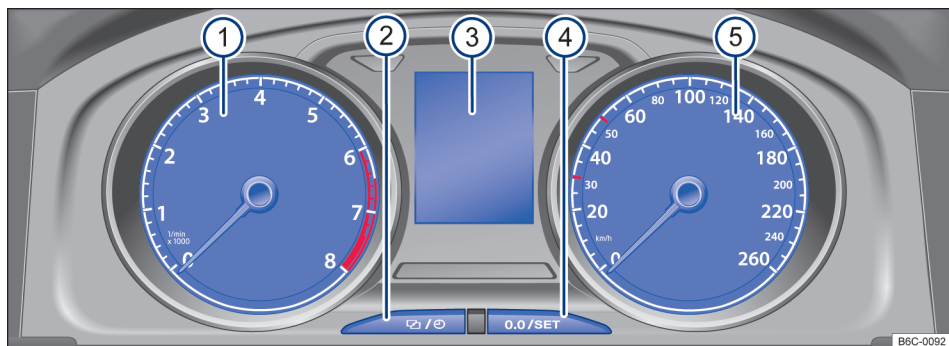
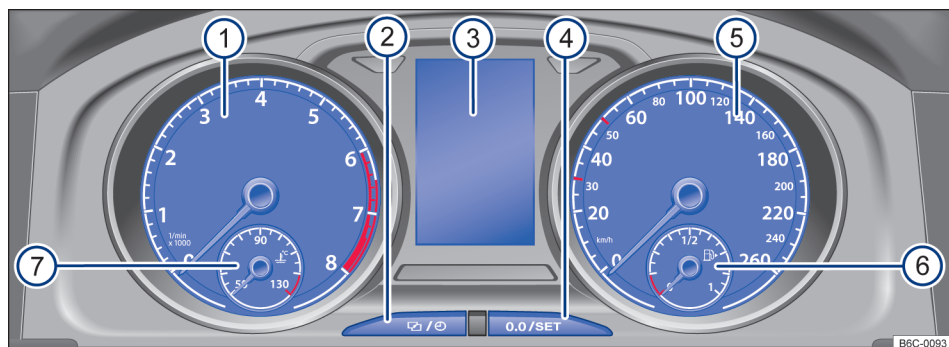

Fig. 9 Instrumento combinado no painel de instrumentos (variante 1). ▶
Fig. 10 Instrumento combinado no painel de instrumentos (variante 2).
Explicações sobre os instrumentos → Fig. 9 e → Fig. 10:
i Dependendo da versão do veículo, o indicador do nível de combustível pode estar localizado no visor do display → Fig. 9 ❸ ou no velocímetro → Fig. 10 ❻.
i Dependendo da versão do veículo, o indicador de temperatura do líquido de arrefecimento do motor pode estar localizado no visor do display → Fig. 9 ❸ ou no tacômetro → Fig. 10 ❼.